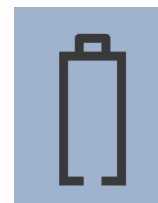

Abb. 1
- Beim Drehen des Messschiebers prüfen, ob das Batteriesymbol in der unteren linken Ecke des Displays angezeigt wird. Wenn das Batteriesymbol erscheint (Abb. 1), mit dem Abschnitt „Pflege und Wartung der aufladbaren Batterie“ auf Seite 6 fortfahren. Wenn das Batteriesymbol nicht angezeigt wird, ist die Batterie geladen.